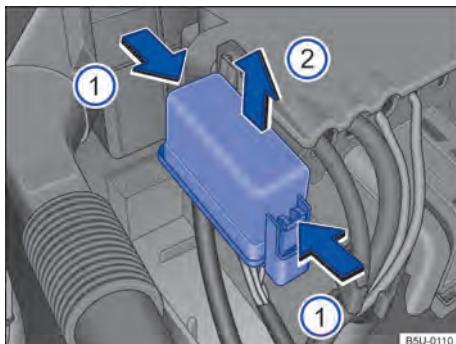

Fig. 117 No compartimento do motor: cobertura da caixa de fusíveis.
- Pressionar as travas no sentido da seta → Fig. 117 (1), para destravar a cobertura da caixa de fusíveis.
- Remover a cobertura por cima, no sentido da seta (2).
- Para a **instalação**, colocar a cobertura sobre a caixa de fusíveis. Pressionar a cobertura para baixo, no sentido contrário da seta (2), até que trave de forma audível.